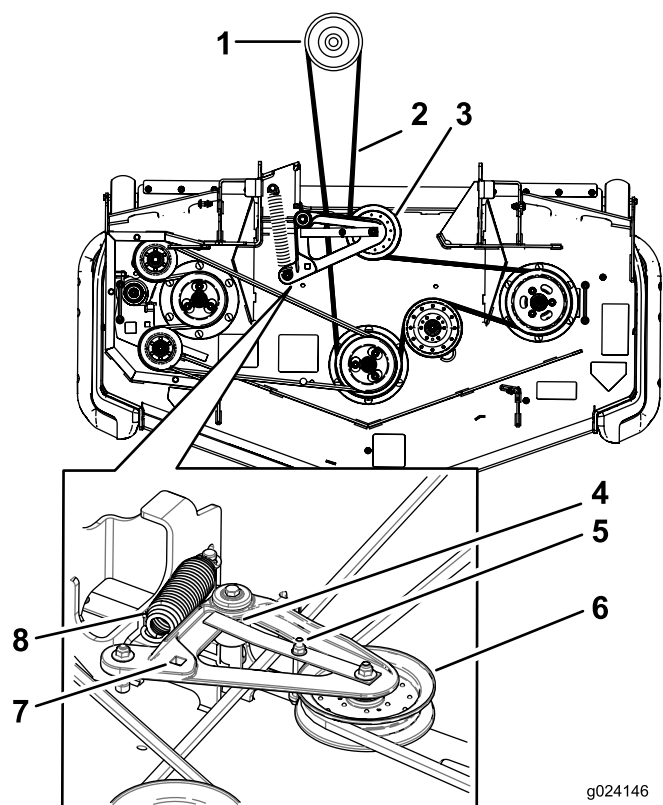

Figura 71
10. Utilizando la llave de carraca en el taladro cuadrado, instale la correa nueva alrededor de las poleas del cortacésped y las poleas tensoras (Figura 71).
6. Utilice una llave de carraca en el taladro cuadrado del brazo tensor para aliviar la tensión del muelle tensor (Figura 71).
8. Tire hacia arriba de la pestaña de la guía de la correa y retire la correa existente (Figura 71).
9. Pase la correa nueva alrededor de las poleas del cortacésped y de la polea del embrague, debajo del motor (Figura 71).
10. Asegúrese de que la pestaña de la guía de la correa entra en contacto con el buje pivotante (Figura 71).
11. Utilizando la llave de carraca en el taladro cuadrado, instale el muelle tensor (Figura 71).